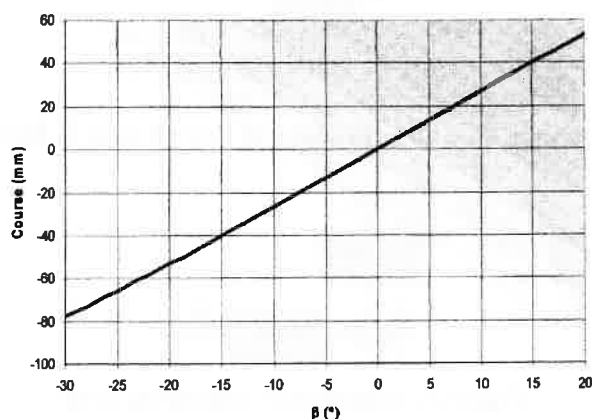

Figure 4 : Évolution de la course du vérin en fonction de  $\beta$
c. La Figure 4 représente l'évolution de la course en fonction de  $\beta$ . Elle autorise une représentation linéaire de la forme  $\beta = K \cdot c$  avec  $\beta$  en radians et  $c$  en mètres. Déterminer graphiquement  $K$ .